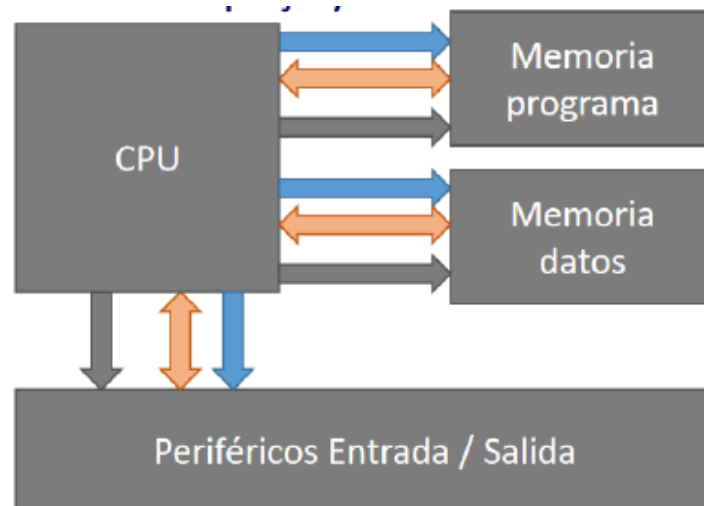

Figura 2: Diagrama de bloques de la arquitectura tipo Harvard implementada en la familia PIC18.
- **Arquitectura tipo Harvard:** Al analizar la estructura interna del dispositivo, es fundamental destacar que no utiliza la arquitectura tradicional (Von Neumann), sino que implementa una arquitectura Harvard. Esta configuración utiliza buses físicos y espacios de almacenamiento independientes para la memoria de programa (instrucciones) y la memoria de datos. En la práctica, esta separación resulta crucial, ya que le permite al microcontrolador leer una instrucción y procesar un dato de forma simultánea, optimizando significativamente la velocidad de ejecución de nuestras rutinas en lenguaje ensamblador. En la Figura 2 se ilustra este principio de funcionamiento.